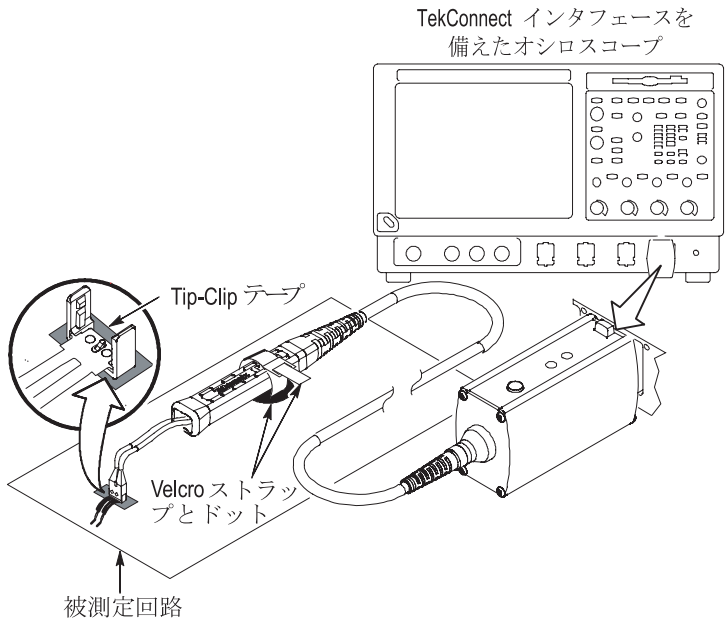

図 11：回路基板への接続
1. Tip-Clip テープを回路基板に取り付け、Tip-Clip アセンブリをテープに押し付けます。図 11 を参照してください。接着剤が固まるまでしばらく待ちます。
- 取り付けワイヤを変形させないでください。取り付けワイヤの変形を防ぐため、15 ページの図 11 に示すように、Tip-Clip テープを使用して、HBW Tip-Clip を回路基板に取り付けます。